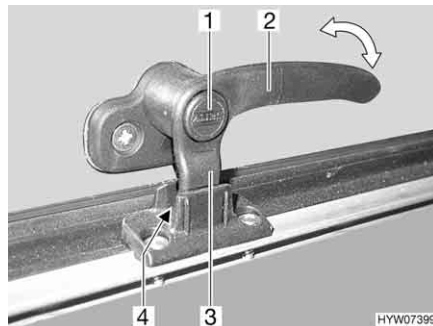
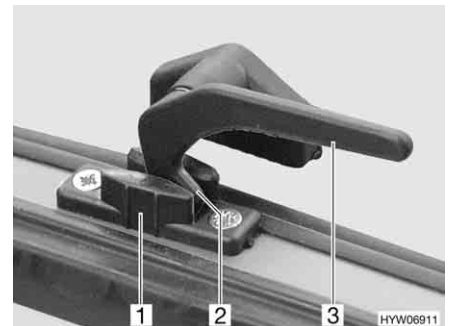

Bild 57 Låsarm med låsknapp i läget "kontinuerlig vädning"
Bild 58 Låsarm i läget "kontinuerlig vädning"
- I läget "kontinuerlig vädning" (Bild 57 och Bild 58)
- Tryck på låsknappen (Bild 57,1) om sådan finns och håll den nedtryckt.
- Sväng låsarmen (Bild 57,2 eller Bild 58,3) ett kvarts varv mot fönstrets mitt.
- Vrid tillbaka låsarmen. Därvid måste låsarmens låsspak (Bild 57,3 eller Bild 58,2) föras in i spåret på fönsterlåsen (Bild 57,4 eller Bild 58,1).
- Släpp låsknappen (Bild 57,1) om sådan finns.